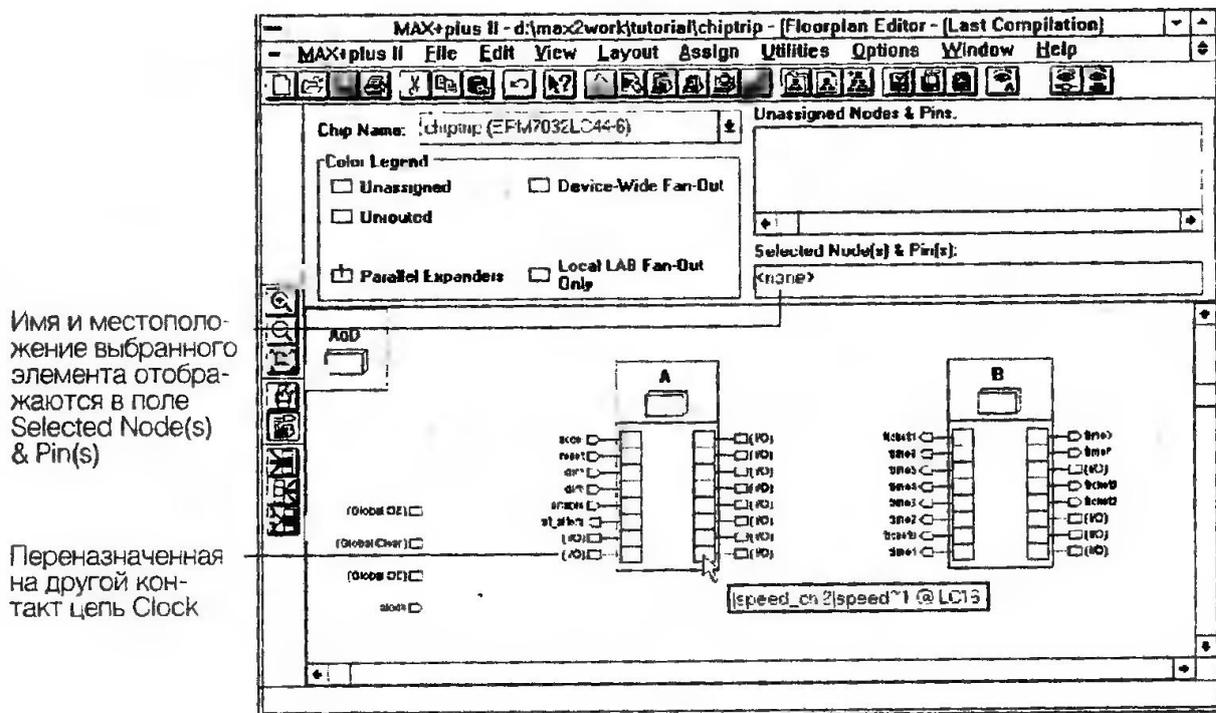

Рис. 2.46
7. С помощью кнопки 1 переместите выделенную цепь clock от контакта 43 к любому свободному контакту ввода/вывода по вашему выбору. Назначение цепи на новое место будет обозначено серым цветом, как показано на рис. 2.46.